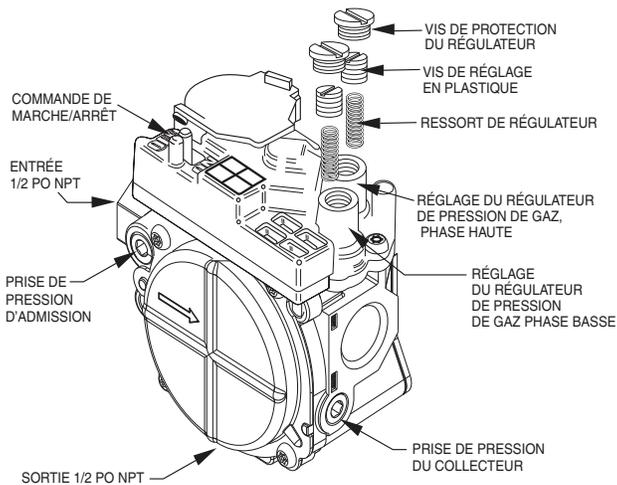
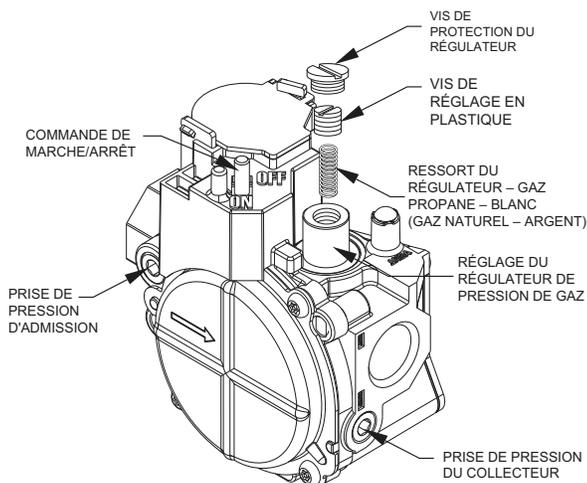

Fig. 13 – Vanne de gaz à deux étages (modèles 208/230 V c.a.)
Fig. 14 – Vanne de gaz à un étage (modèles 460 V c.a.)
1. Retirez les vis de protection du régulateur qui recouvre les vis de réglage en plastique sur la vanne de gaz (consultez la Fig. 13 pour les modèles 208/230 V c.a. et la Fig. 14 pour les modèles 460 V c.a.).
2. Pour les modèles 208/230 V c.a. uniquement : Tournez la vis de réglage en plastique de phase haute dans le sens horaire pour augmenter le débit de gaz, ou dans le sens antihoraire pour le diminuer (consultez la Fig. 13). Pour les modèles 460 V c.a. uniquement : Tournez la vis de réglage en plastique dans le sens horaire pour augmenter le débit de gaz, ou dans le sens antihoraire pour le diminuer (consultez la figure Fig. 14). La pression dans le collecteur doit être entre 3,2 et 3,8 po de colonne d'eau Pour la phase haute des modèles 208/230 V c.a. et pour la phase unique des modèles 460 V c.a.
3. Pour les modèles 208/230 V c.a. uniquement : Remettez la vis de protection de phase haute du régulateur en place sur la vanne de gaz (consultez la Fig. 13). Pour les modèles 460 V c.a. uniquement : Remettez la vis de protection du régulateur en place sur la vanne de gaz (consultez la Fig. 14).
4. Pour les modèles 208/230 V c.a. uniquement : tournez la vis de réglage en plastique de phase basse dans le sens horaire pour augmenter le débit de gaz, ou dans le sens antihoraire pour le diminuer (consultez la Fig. 13). La pression en phase basse dans le collecteur doit être entre 1,4 et 2,0 po de colonne d'eau